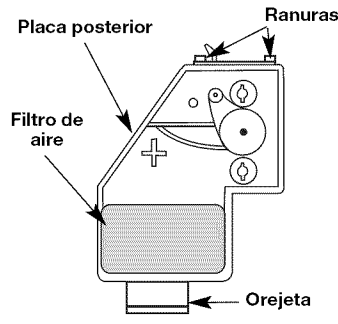

Fig. 30
7. Instale de nuevo la tapa del filtro de aire. Haga coincidir las ranuras que hay en la parte superior de la tapa del filtro de aire con las lengüetas de la parte superior de la placa posterior (Fig. 30).